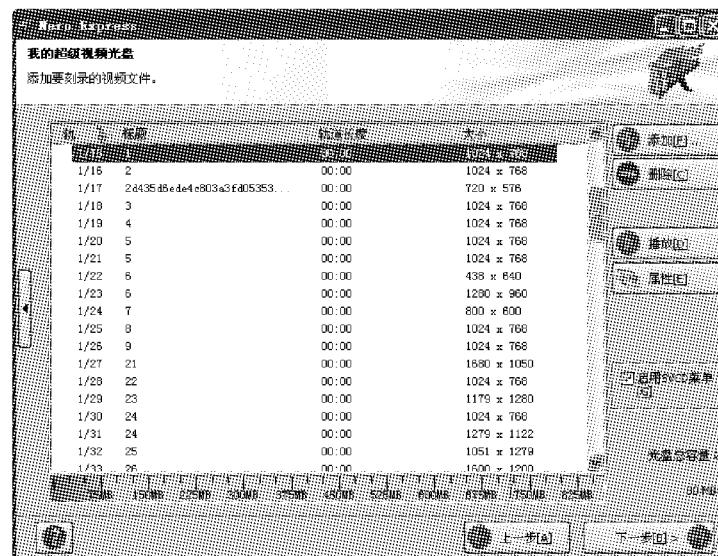

图 3-13 新增的刻录文件
(7) 新增的文件分析完毕之后，回到“我的超级视频光盘”对话框，如图 3-13 所示。